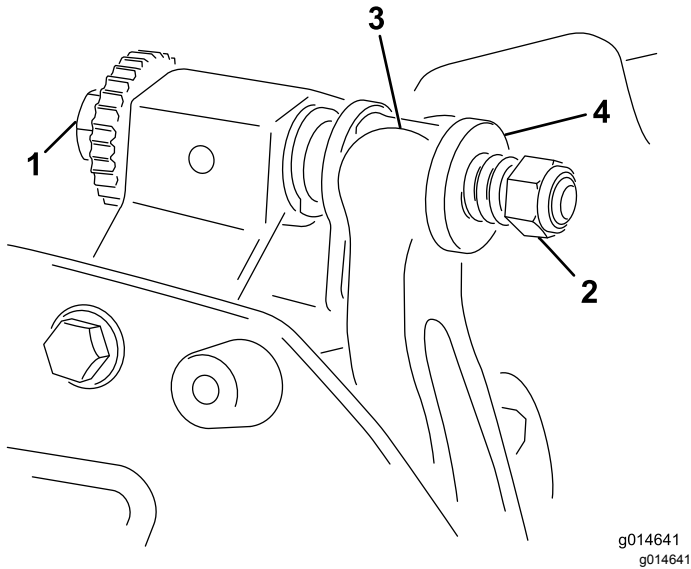

图20
1. 逆时针旋转底刀架调节螺丝将底刀后撤离滚刀 图 20。
2. 退出弹簧加压螺母直到垫圈不再对底刀架 图20 施压。
1. 安装底刀架将安装吊耳固定在垫圈与底刀架调节螺丝之间 图20。